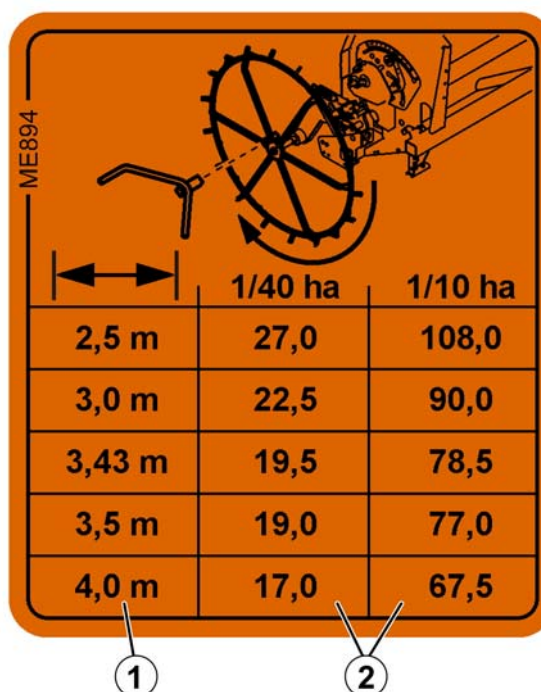

Fig. 148
19. Das Spornrad mit der in Tabelle (Fig. 148) angegebenen Anzahl von Kurbelumdrehungen rechts herum drehen.